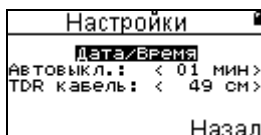
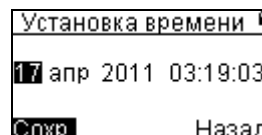

Рисунок 7
Рисунок 8
6.3.3 В пункте **Настройки** (рисунок 7) можно установить текущие дату и время (рисунок 8), устанавливать время автоотключения прибора и длину присоединительного кабеля.